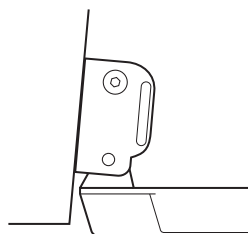

Рис.9: Регулировка рабочего положения
1. Прежде всего отрегулируйте угол навески струбины относительно излучателя так, чтобы его длинная сторона была параллельна продольной оси днища судна. В рабочем положении задняя часть излучателя должна быть ниже на 6 мм, чем его передняя часть (см. рис.9).
3. Высоту навески накладки сборки излучателя следует отрегулировать так, чтобы передняя часть излучателя была на 4.5 мм ниже обреза транца (рис.9). Наметьте положение накладки на транце карандашом.